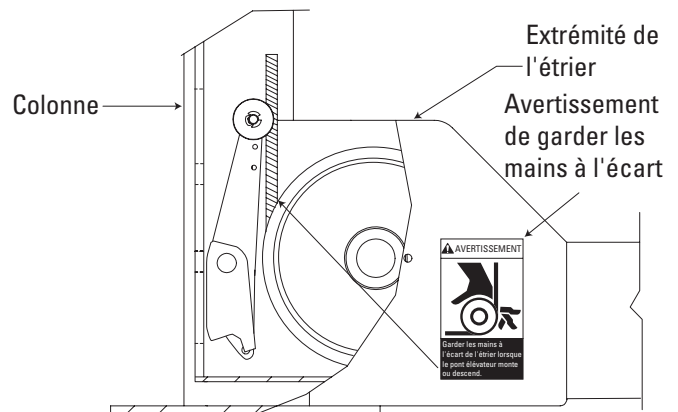

Fig. 3
**⚠ AVERTISSEMENT** Les chemins de roulement, les rampes, les étriers reliant chaque extrémité du pont élévateur sont conçus pour se poser au sol lorsque le pont élévateur est complètement abaissé. Respecter le point de pincement sur les décalcomanies d'avertissements, Fig. 3.
**⚠ AVERTISSEMENT** Garder les mains à l'écart de l'étrier lorsque le pont élévateur monte ou descend, Fig. 3.